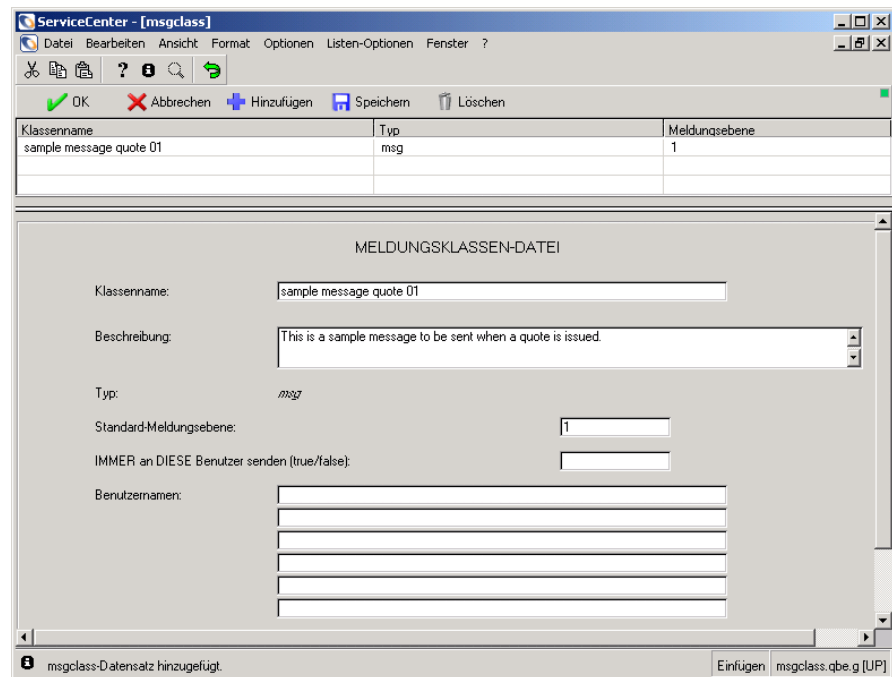

Abbildung 10-82: Beispielmeldung in einer Meldungsklassendatei
- 5 Klicken Sie auf **Hinzufügen**, um den neuen Datensatz zu bestätigen (siehe Abbildung 10-82).